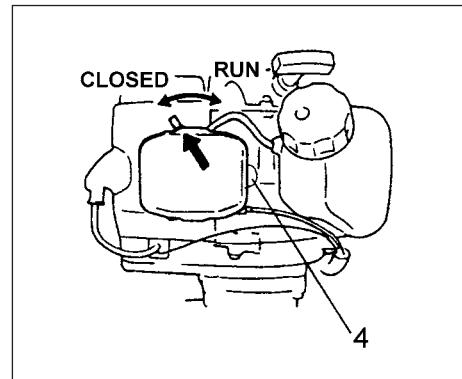

Рис. 2-3
*Несколько раз нажать на заливочный баллон (4), чтобы топливо потекло через баллон или обратную трубку. (При наличии подобного оснащения) (Рис. 2-3)
3. Установить рычаг заслонки в положение CLOSED (ЗАКРЫТО) . (Рис. 2-3)
5. Если Вы услышите, что двигатель начинает заводиться, верните рычаг заслонки в положение RUN (РАБОТА) (открыто). Затем снова быстро потяните возвратный стартер.(Рис. 2-3)